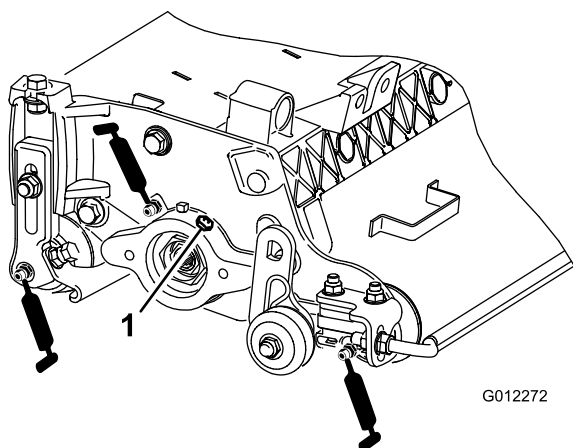

Figura 8
Cada unidade de corte vertical possui 6 bocais de lubrificação (Figura 8) que deverão ser lubrificados semanalmente com massa lubrificante nº 2 para utilizações gerais, à base de lítio.
2. Aplique lubrificação até que se veja lubrificante limpo a sair dos vedantes do rolo e da válvula de descarga do rolamento (Figura 8).